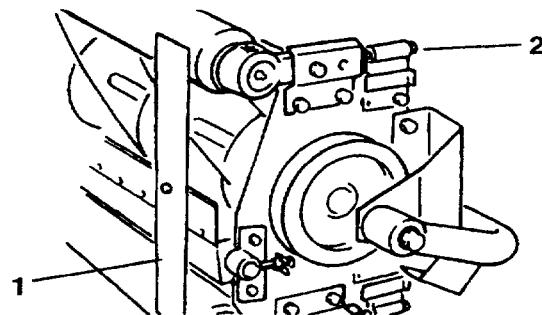

Figure 43
1. Sur le calibre, positionner la tête de la vis à la hauteur de coupe désirée (Fig. 43). La hauteur de coupe correspond à la distance entre la face du calibre et la base de la tête de vis. Le calibre (Réf. Toro N° 138199) peut être obtenu chez le concessionnaire Toro agréé le plus proche.